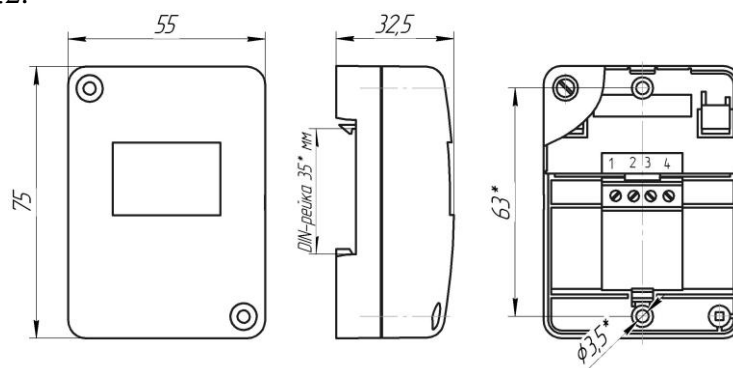
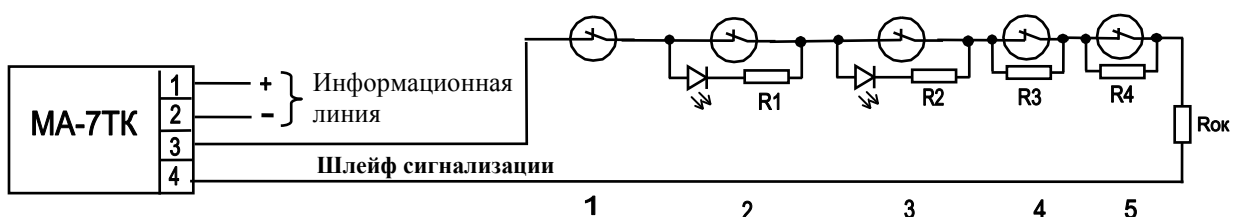

Рис.1. Габаритные и установочные размеры адресной метки.
Рис. 2. Схемы подключения к шлейфу сигнализации адресной метки: (1) - извещателей ИП
- 6.1.2. Габаритные и установочные размеры адресной метки представлены на рис.1, схемы подключения на рис.2.